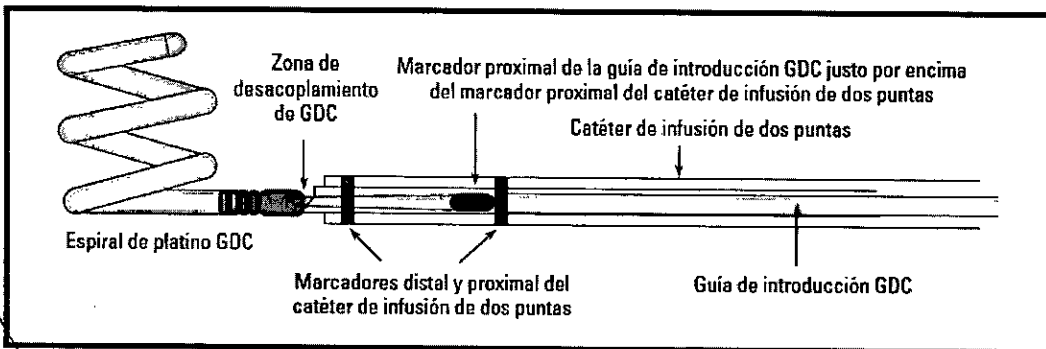

Figura 4. Alineación óptima de los marcadores radiopacos
9. Siga avanzando la espiral desmontable GDC 360° hasta que el marcador proximal radiopaco de la guía de introducción se encuentre en una posición exactamente distal respecto al marcador proximal del catéter de infusión de dos puntas (consulte, a continuación, la Figura 4). Apriete el aro tórico en la VHG para evitar el desplazamiento de la guía de introducción y siga con el acoplamiento de acuerdo con las instrucciones siguientes.
f. Vuelva a confirmar mediante radioscopia que el marcador proximal de la guía de introducción se encuentre en un punto exactamente distal con respecto al marcador del catéter de infusión de dos puntas (de acuerdo con la Figura 4). (Es posible que la posición varíe durante la conexión de los cables de conexión de la espiral desmontable.)